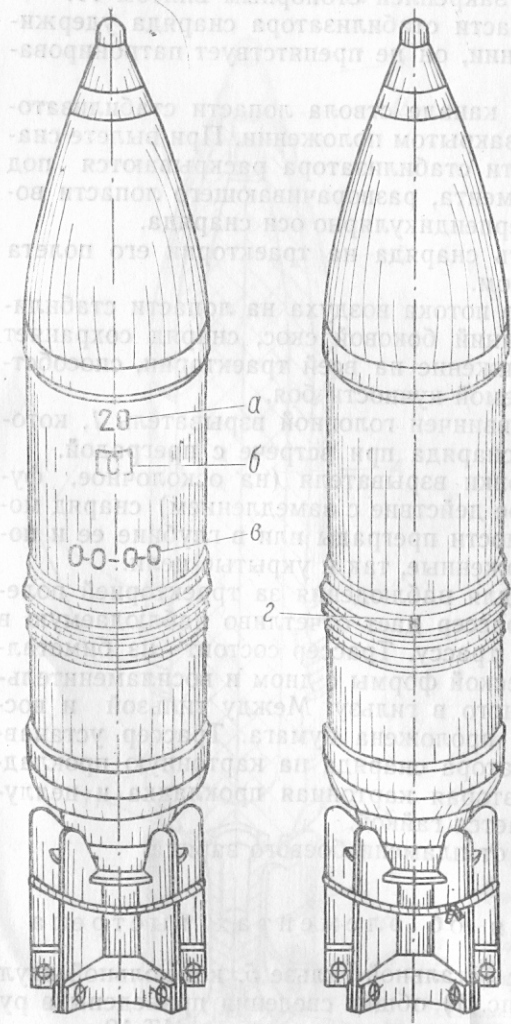

Рис. 3. Схема клеймения и маркирования снаряда ударным способом или выдавливанием:
Клейма на снаряде (рис. 3) обозначают: отпечаток и размер отпечатка пробы металла на твердость, клеймо главного контролера (начальника ОТК завода), дублирующее клеймо знака массы.
4.2.2. Маркировка, нанесенная на снаряд (рис. 3) ударным способом (выдавливанием), обозначает: шифр плавки металла, шифр завода-изготовителя, номер партии, год изготовления корпуса.